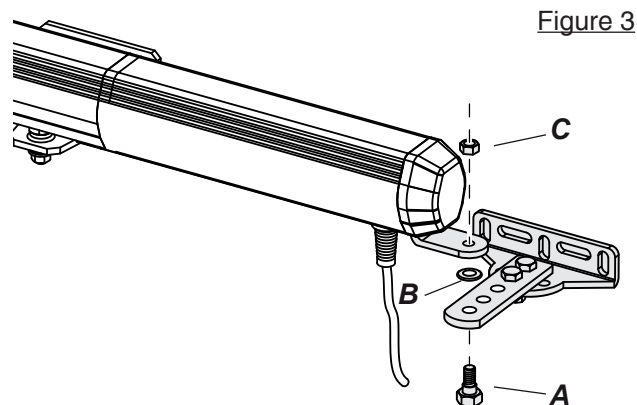

Figure 3
Placez l'opérateur sur la fixation à l'aide de la vis (**figure 3**). Placez la première rondelle sous la tête de vis et l'autre sous l'écrou. Vissez l'écrou frein fourni sans bloquer le moteur.
- (Figure 3)**